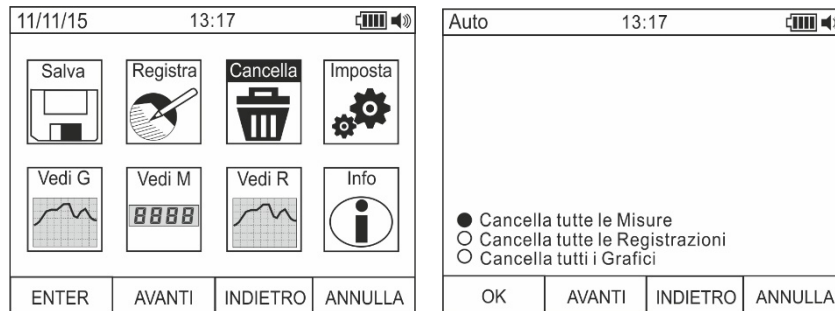

Abb. 12: Löschung des internen Speichers
14. Benutzen Sie die **F2** oder **F3** Tasten zur Auswahl des Symbols "Löschen" und drücken Sie die **F1** Taste (siehe Fig. 12 – linker Teil).